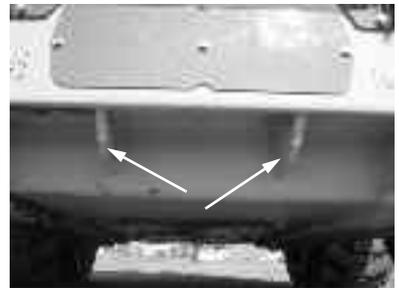
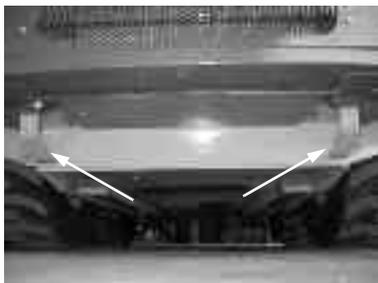

Figura 28 Punto di ancoraggio anteriore/punto di recupero anteriore
Figura 29 Punto di ancoraggio posteriore/punto di recupero posteriore
5. Assicurare la pala al veicolo di trasporto nei punti indicati dagli adesivi di ancoraggio (Figura 28 e Figura 29).